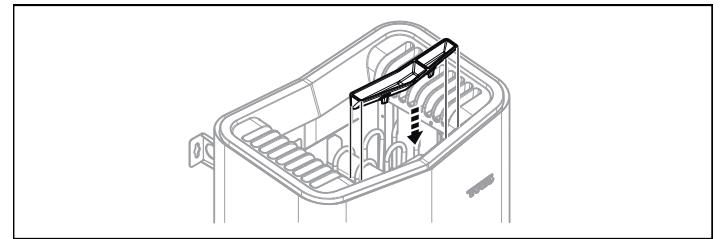

Figure 9 : fixation du support à parfum/de l'humidificateur d'air
3. Fixez le bac à aromates/humidificateur d'air (voir Figure 9, page 13).